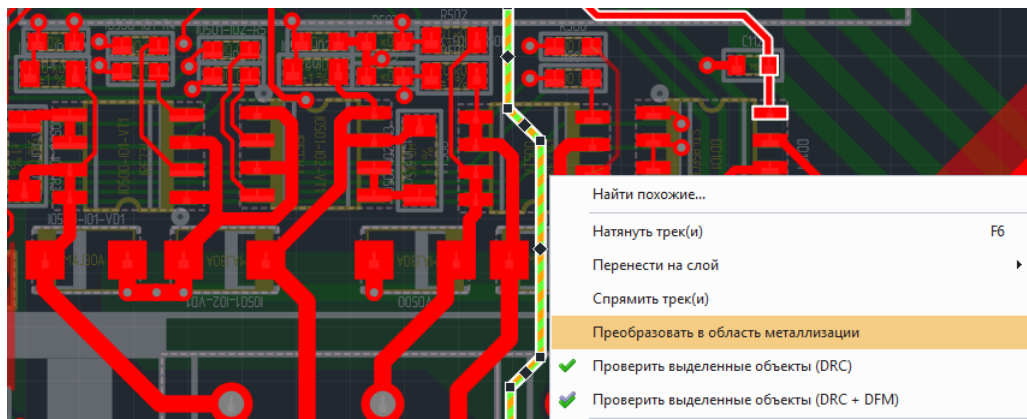

Рис. 393 Преобразование выделенного трека в область металлизации
- Из контекстного меню выбрать пункт «Преобразование в область металлизации», см. Рис. 393.